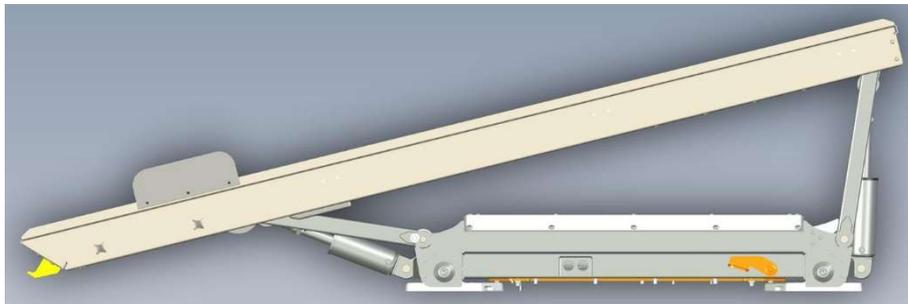

Abbildung 20: Ambulanztisch in Ladeposition
- ↳ Der Ambulanztisch fährt automatisch in die Ladeposition (siehe Abbildung 20).